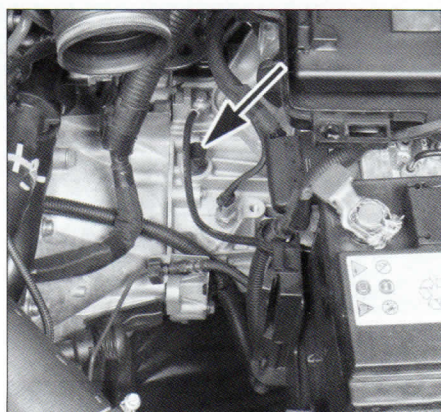

FIG. 9
Nota: la caja de velocidades no tiene tapón de control de nivel. Si hay pérdidas importantes alrededor de la caja, es aconsejable vaciarla, y llenarla por el taladro de ventilación (fig. 9), con la cantidad total preconizada
*Nota: el llenado de la caja de velocidades se efectúa por el taladro de ventilación (**fig. 9**).*